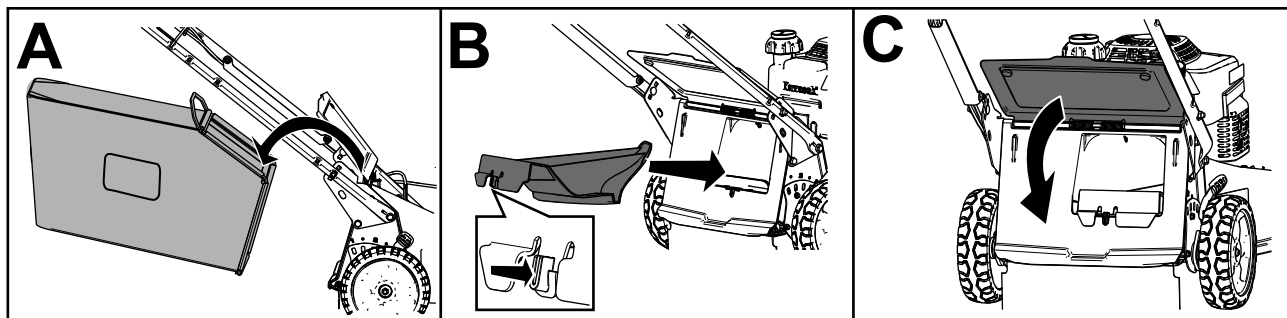

Figura 18
- Si la bolsa de recogida está instalada en la máquina, retírela (Figura 18, A).
- Si el tapón de descarga trasero no está instalado, sujételo por el asa, eleve el deflector trasero e introdúzcalo en el conducto de descarga trasera hasta que el enganche encaje en su sitio (Figura 18, B).
3. Retire la varilla de la bolsa de recogida de las muescas de la base del manillar (Figura 18, A).
4. Instale el tapón de descarga (Figura 18, B).
5. Baje el deflector trasero (Figura 18, C).